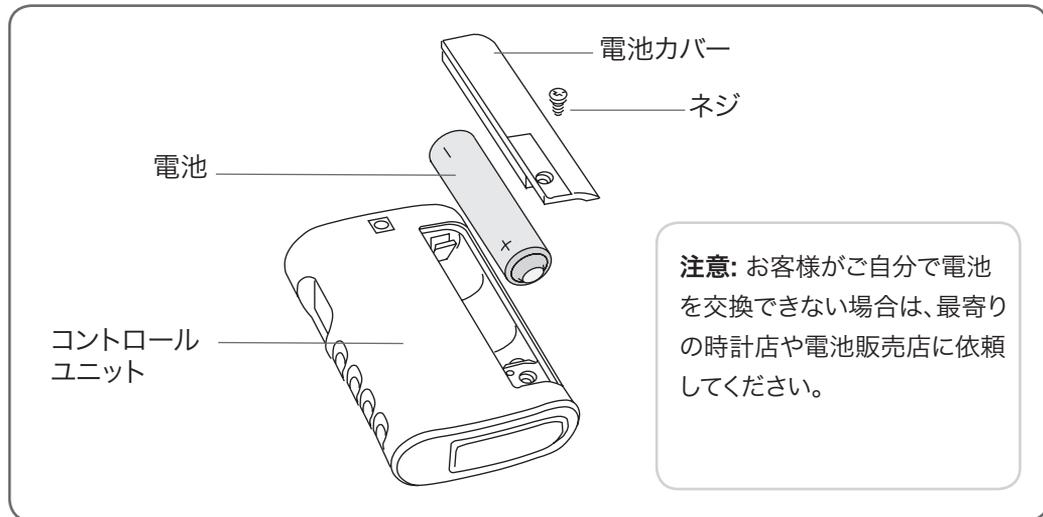

図 18 : コントロールユニットの電池を交換しているところ
1. コントロールユニット裏面の電池カバーのネジを外します(図18を参照)。(ネジは小さなラベルの下にある場合があります。ネジが見えない場合は、ラベルの片端を徐々にはがしてください。電池の交換が終わったら、ラベルを元に戻してください。)